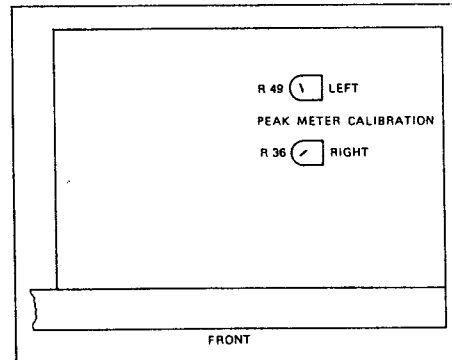

Fig. 5.3
- Trimpotentiometer PEAK METER CALIBRATION (Fig. 5.3) für beide Kanäle so einstellen, dass die beiden Segmente links der Dolby-Marke (0 dB) gerade noch aufleuchten.
- Adjust trimmer potentiometer PEAK METER CALIBRATION (Fig. 5.3) of both channels in such a manner that the two segments to the left of the Dolby marker (0 dB) just light up.
- Ajustez le trimmer PEAK METER CALIBRATION (fig. 5.3) pour les deux canaux de façon à ce que les deux segments situés à gauche du symbole DOLBY (0 dB) s'allument à peine.